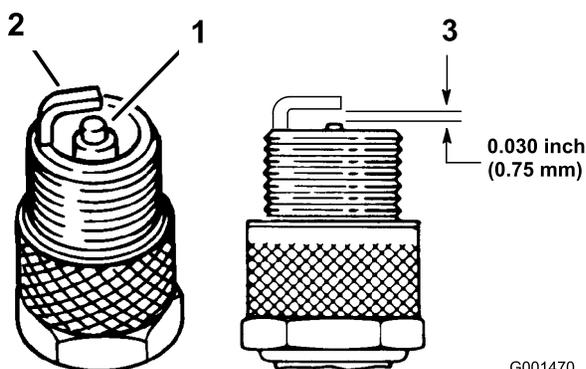

Figura 30
- Controllate la parte centrale delle candele (Figura 30). Se l'isolatore è di color marrone chiaro o grigio, il motore funziona correttamente. Una patina nera sull'isolatore significa in genere che il filtro dell'aria è sporco.
- Controllate la distanza tra gli elettrodi centrale e laterale (Figura 30). Piegate l'elettrodo laterale (Figura 30) se la distanza non è corretta.
- Collegate i cappellotti alle candele (Figura 30).